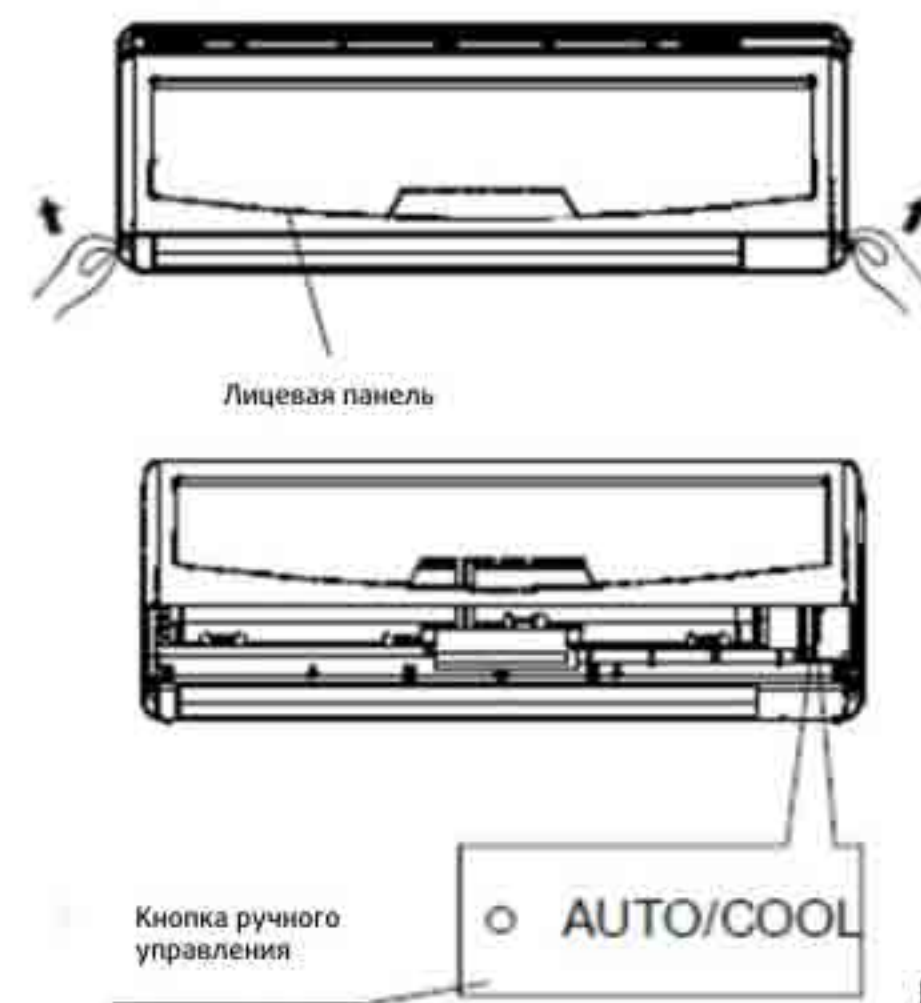

Рис.5
2. Нажмите на кнопку с правой стороны кондиционера (см. рис. 5) загорится индикатор автоматического режима «» на индикаторной панели и устройство начнет работать в принудительном автоматическом режиме (значение температуры по умолчанию 24°C).